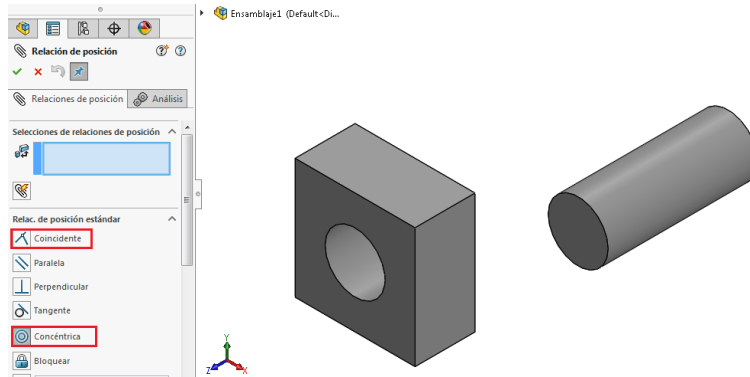

Ilustración 174
Paso 3: Se seleccionan las relaciones deseadas, en este caso se usa **Concéntrica** y **Coincidente** (ver ilustración 174).